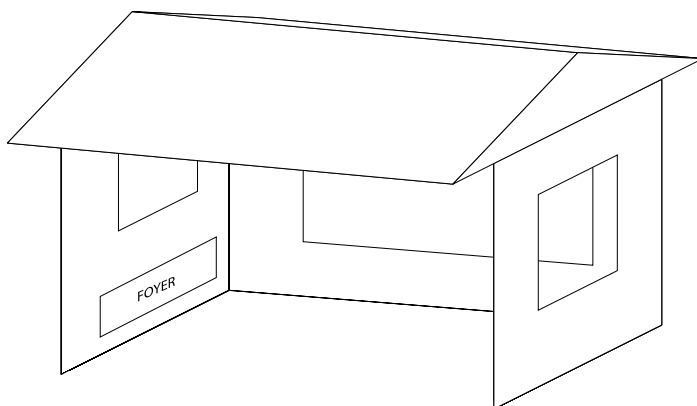

Figure 7
- Dans un boîtier partiel qui comprend un couvert aérien et trois parois, tant que 30 % ou plus de la périphérie horizontale (p. ex. périmètre) de la fermeture sont ouverts de manière permanente, comme une véranda. Voir figure 7.